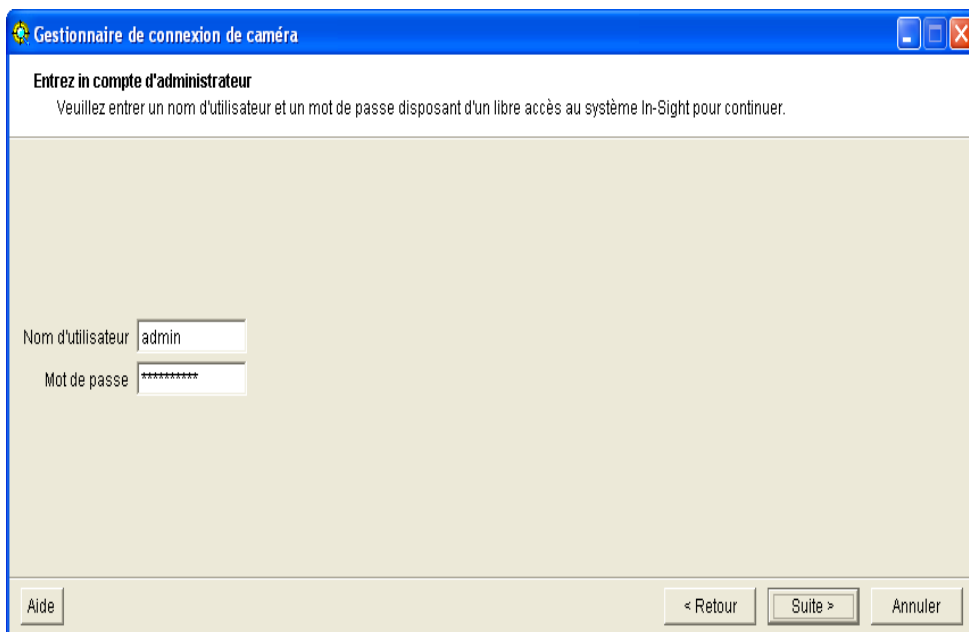

Figure 4-2 : Boîte de dialogue Entrez un compte d'administrateur
5. Vous devrez peut-être fournir des identifiants d'administrateur (nom d'utilisateur et mot de passe) pour l'un au moins des capteurs In-Sight connectés à votre réseau pour pouvoir poursuivre les opérations de configuration (Figure 4-2).